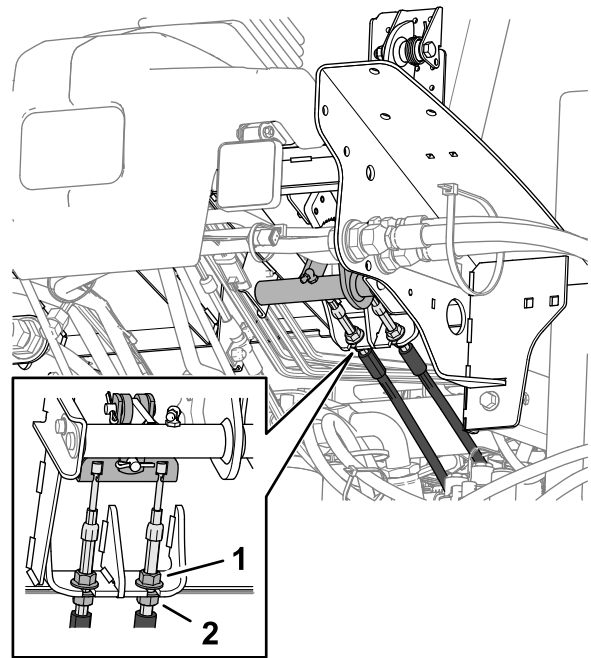

Figura 144
5. Pentru a reduce cursa liberă a pedalei de frână, slăbește contrapiulițele față de pe capătul filetat al fiecărui cablu de frână (Figura 144).